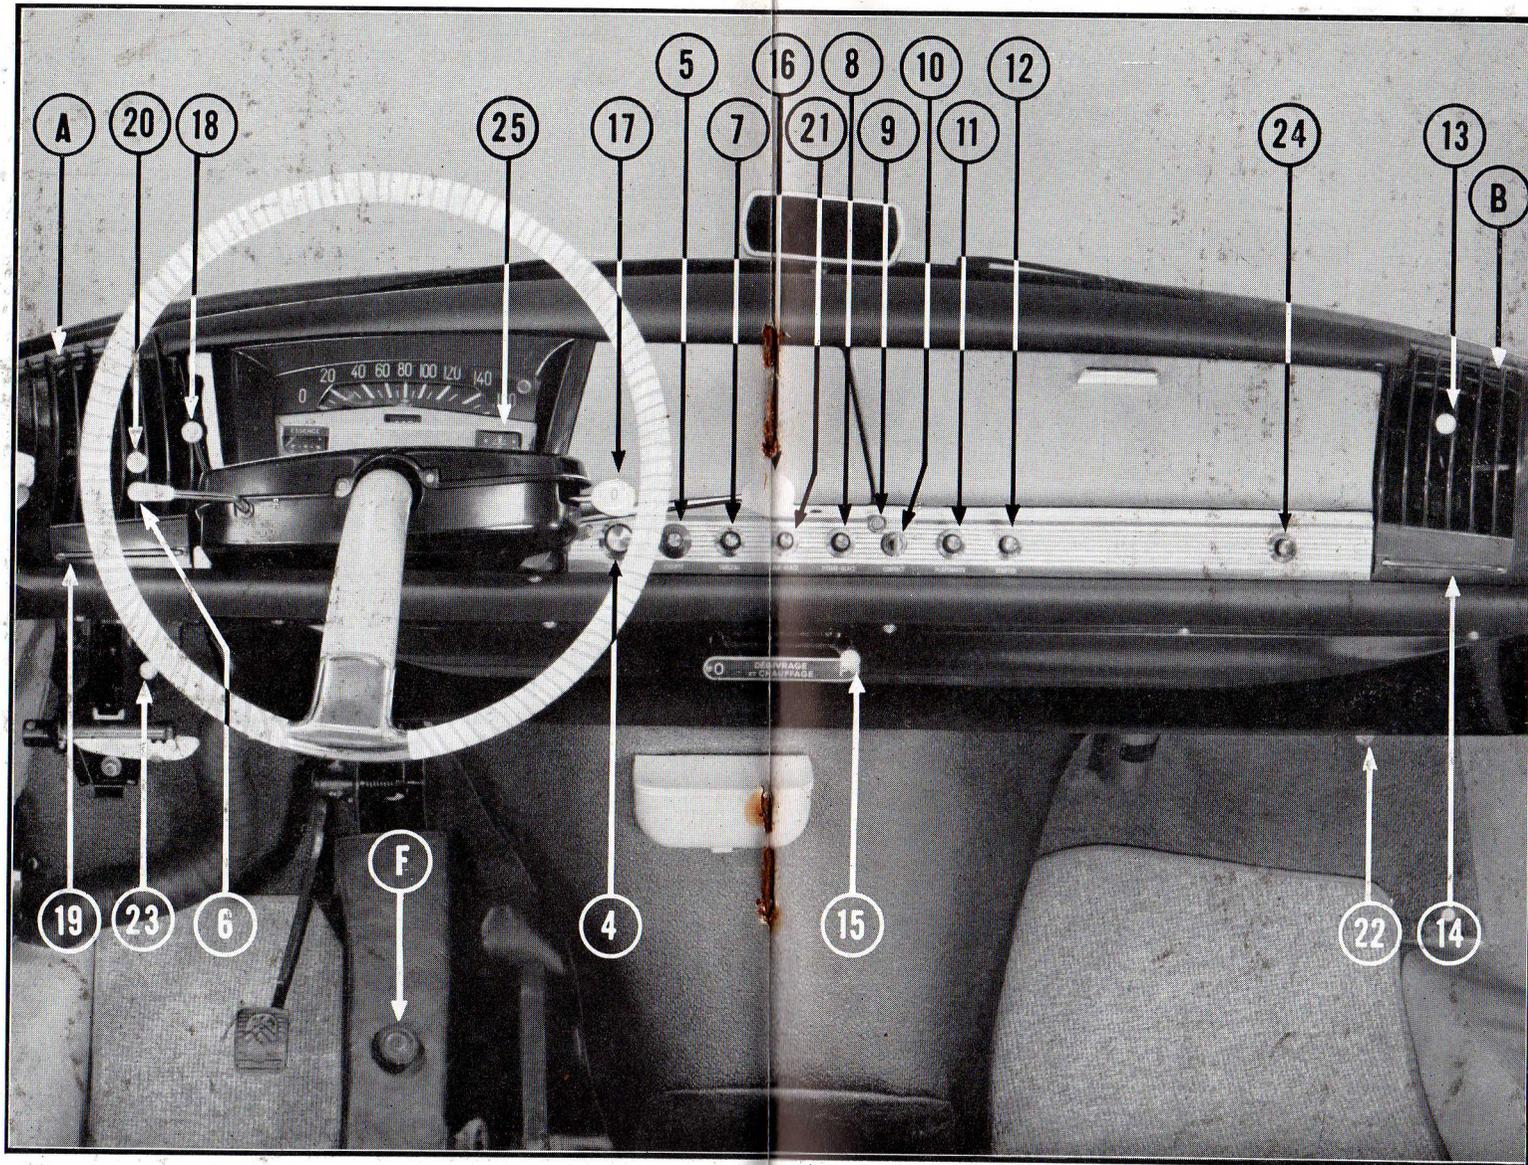

Figure 14
21. Commande du lave-glace (sur type Confort seulement). Pour asperger le pare-brise, poussez sur le bouton (fig. 14). Voir également page 37.
- 22 et 23. Commandes d'aération (sur type Confort seulement) (fig. 14). Pour utilisation, voir page 32.
24. Commande de feux de stationnement (fig. 14).
25. Montre (sur type Confort seulement). Bouton de remise à l'heure derrière le levier de commande des vitesses (fig. 14).
Deux orifices cloisonnés **A** et **B** (fig. 14) situés à gauche et à droite de la planche de bord permettent à l'air frais de pénétrer à l'intérieur de la voiture.
Les 2 leviers **13** et **20** (fig. 14) permettent de doser la quantité d'air admise.
Les 2 déflecteurs **14** et **19** (fig. 14) permettent d'orienter les filets d'air soit vers le plafond, soit vers le visage du conducteur et du passager, à leur gré.
En relevant les leviers **22** et **23** (fig. 14) vous introduirez de l'air frais au niveau des pieds du conducteur et du passager (sur type Confort seulement).